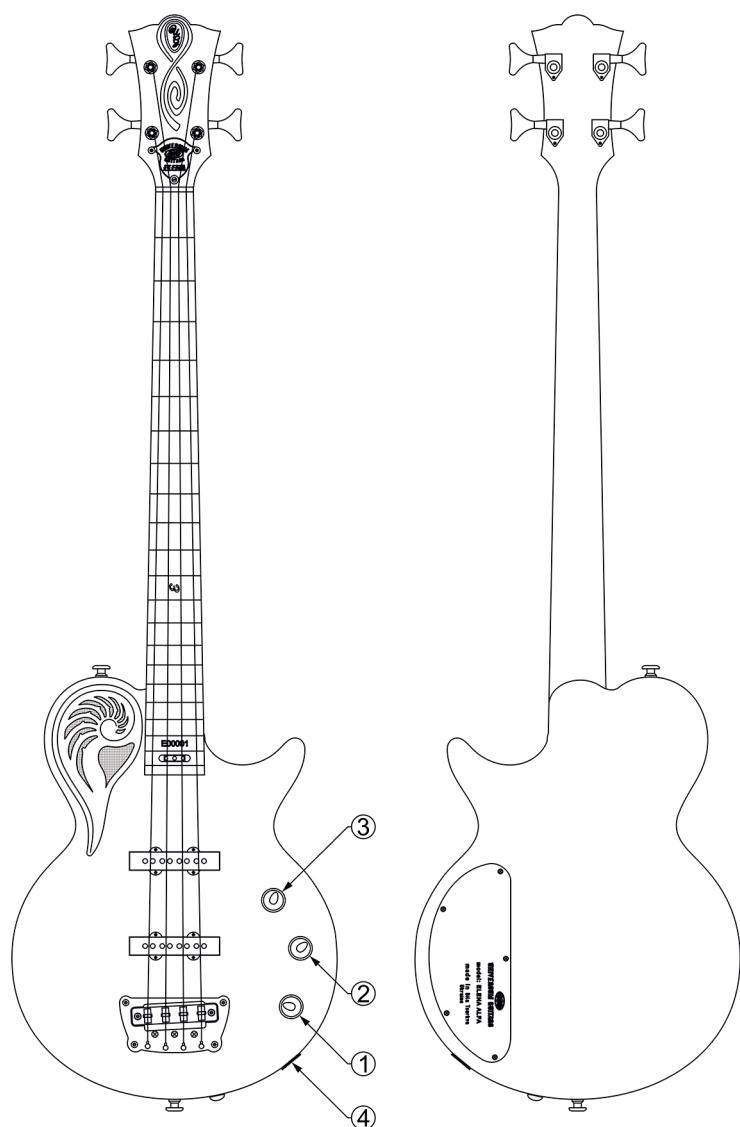

Fig. 23
- Prise de sortie – électromagnétique (Fig. 23 position 4).
- 1) Bras du potentiomètre de réglage de tonalité (Fig. 23 position 1).
- 2) Bras du potentiomètre de réglage de l'équilibre des lecteurs électromagnétiques (Fig. 23 position 2).
- 3) Bras du potentiomètre de réglage du volume (Fig. 23 position 3).